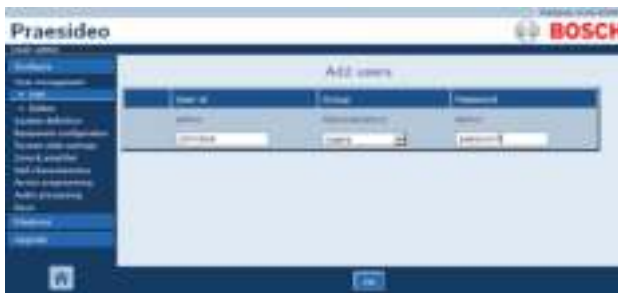

рисунок 42.3: Добавление пользователя, шаги 2 - 4
- 2 Введите имя пользователя для нового пользователя в поле *User id*. Имя может содержать до 16 символов. Например, *john\_doe* (см. рисунок 42.3).
- 4 Введите пароль для нового пользователя в поле *Password*. Пароль может содержать до 16 символов. Например, *password* (см. рисунок 42.3).